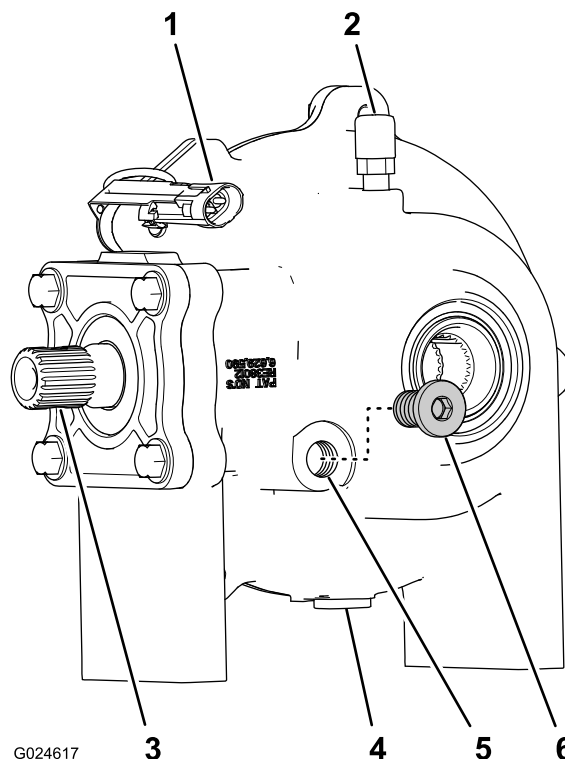
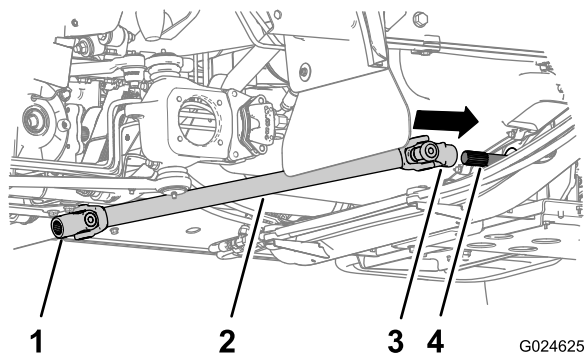

Figura 25
Figura 28
1. Coloque el diferencial delantero sobre una superficie plana y nivelada (Figura 25).
2. Retire el tapón del orificio de la mirilla, en la carcasa del diferencial (Figura 25).
Nota: El nivel de aceite del diferencial debe llegar a la parte inferior de la rosca del orificio del tapón de la mirilla (Figura 25).
- Si el nivel de aceite es bajo, vierta lentamente aceite del tipo especificado en el diferencial a través del orificio del tapón de la mirilla (Figura 25).
- Si el nivel de aceite es alto, deje que se vacíe el exceso de aceite por el orificio de la mirilla (Figura 25).
3. Instale el tapón en el orificio de la mirilla del diferencial (Figura 25).
1. Limpie las acanaladuras del eje de salida delantero de la transmisión y del eje de entrada del diferencial (Figura 25 y Figura 28).
2. Aplique una capa de compuesto antigripante a las acanaladuras del eje de entrada del diferencial (Figura 28).
3. Alinee las acanaladuras de la horquilla deslizante del árbol de transmisión con las acanaladuras del eje de salida delantera de la transmisión (Figura 28).
4. Coloque la horquilla sobre el eje de salida y mueva la horquilla hacia atrás (Figura 28).